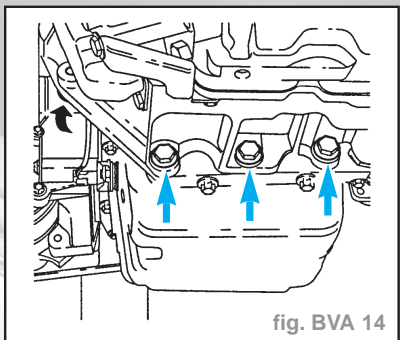

fig. BVA 14
- Enlever les vis de fixation inférieures (flèches) de la boîte de vitesses du carter d'huile (fig BVA. 14).